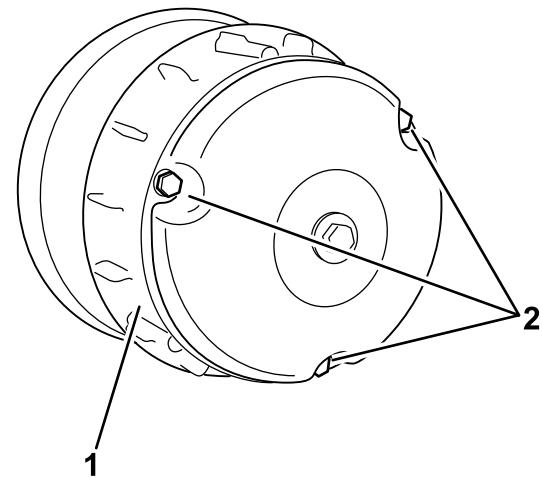

Bild 61
4. Setzen Sie die Kupplungsabdeckung auf und befestigen Sie sie mit den drei in Schritt 2 entfernten Schrauben (Bild 61).
2. Entfernen Sie die drei Schrauben, mit denen die Abdeckung an der Kupplung befestigt ist, und nehmen Sie die Abdeckung ab (Bild 61).